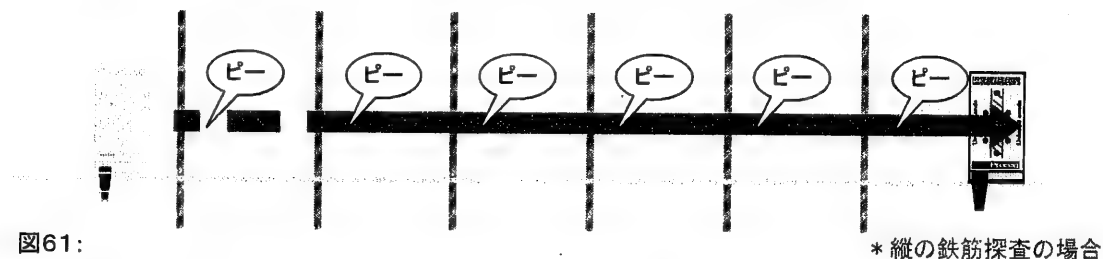

図61:
* いきなり鉄筋一本ずつを探査し、評価することは極力避けてください。(図61参照)